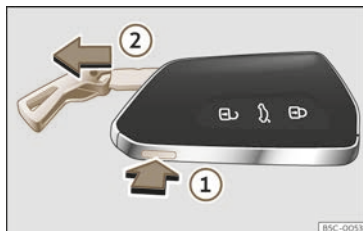

Abb. 71 Fahrzeugschlüssel: Schlüsselbart herausziehen.
- Drücken Sie die Taste >>> (Abb. 71) ①, um die Öse als Schlüsselband freizugeben und den Schlüsselbart herauszuziehen ②. Durch leichten Druck auf die Öse wird diese als Schlüsselband freigegeben.
- Zum Entriegeln drücken Sie die Taste >>> (Abb. 71) ①. Halten Sie die Taste ① gedrückt und ziehen Sie gleichzeitig die Öse in Pfeilrichtung >>> (Abb. 71) ②, um den Schlüsselbart vollständig herauszuziehen.